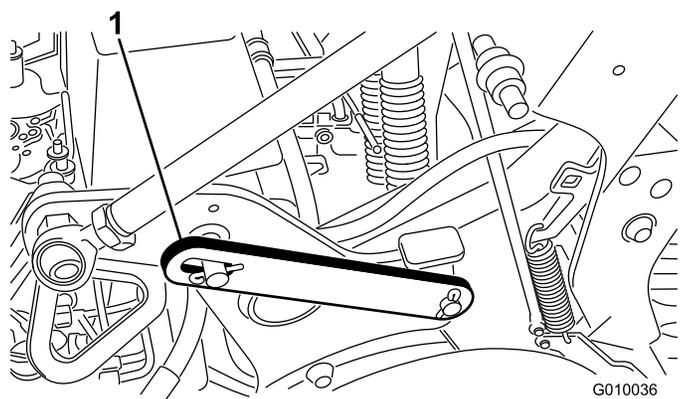

Figura 21
3. Retire o anel de bloqueio que fixa o trinco de segurança na posição de armazenamento (Figura 21).